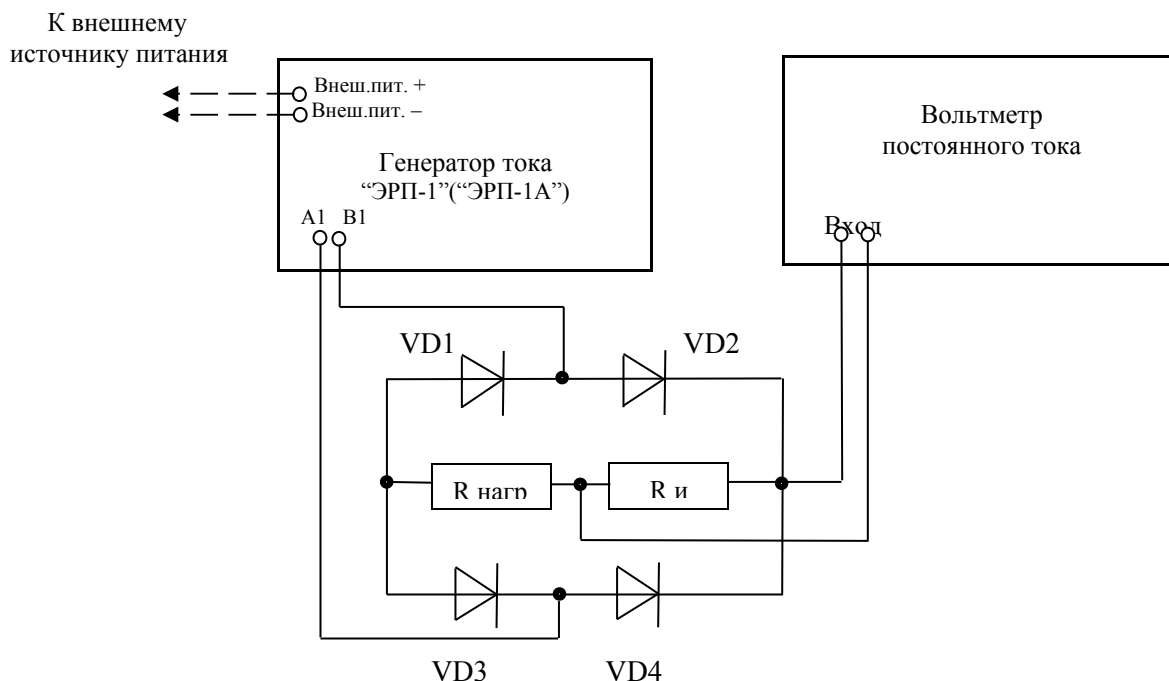

Рисунок 58
8.3.5.5.2 Подключить к генератору резистор нагрузки $R_{\text{НАГР}}$, измерительный резистор $R_{\text{И}}$ 8Е16 1 Ом, диоды VD1 – VD4 HER208 и вольтметр В7-78/1 согласно схеме, приведенной на рисунке (Рисунок 58). Тип и значение номинального сопротивления резистора нагрузки $R_{\text{НАГР}}$ для различных значений амплитуды выходного тока приведены в таблице (Таблица 9).